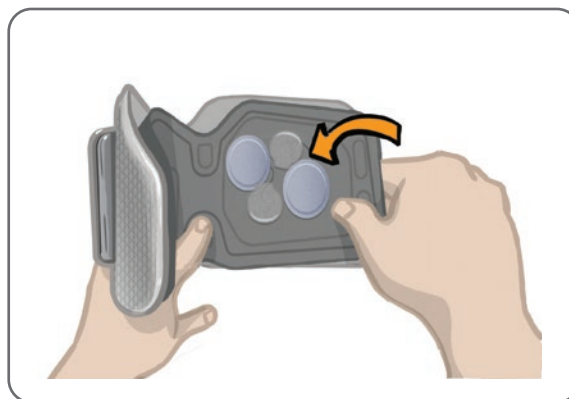

Abbildung 6-5: Abnehmen der persönlichen Einlage
1. Nehmen Sie die persönliche Einlage von der Unterschenkelmanschette ab. Siehe Abbildung 6-5.